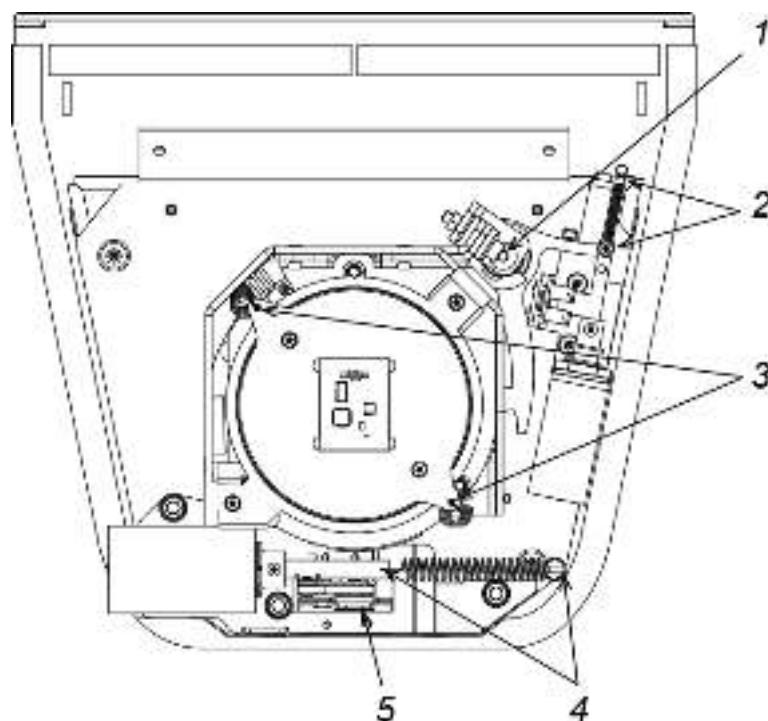

Рисунок 18. Техническое обслуживание механизма турникета
3. Проверьте надежность крепления преграждающих планок (3) к маховику и при необходимости подтяните установочные винты крепления преграждающих планок.
5. Снимите колпак турникета (1) с блоком индикации (2) согласно разд. 6.
- ось вращения рычага стопора (точка 1 на рис. 18) – смазкой **Chain and Rope Lube Spray – WEICON** или другой с аналогичными свойствами;
- места крепления пружин (точки 2, 3, 4 на рис. 18) – молибденовой смазкой;
- детали механизма аварийного открытия прохода (автоматического опускания преграждающей планки «Антитраница», точка 5 на рис. 18) – смазкой **Chain and Rope Lube Spray - WEICON** или другой с аналогичными свойствами.
8. Проверьте надежность крепления кабелей в клеммных колодках платы интерфейса (10) и платы управления (9). При необходимости подтяните отверткой винты крепления кабелей.
10. Вставьте нижнюю часть зацепов колпака турникета в пазы корпуса (6) и опустите на половину высоты. Подключите кабель индикации (8) к блоку индикации турникета и к разъему **X8 (INDICATION)** платы интерфейса и опустите колпак до упора. При опускании колпака проследите, чтобы кабель индикации (8) складывался вперед и не защемлялся элементами конструкции. Зафиксируйте колпак винтами в нижней части корпуса.
11. Установите маховик (4) с преграждающими планками (3) в следующем порядке:
- Зафиксируйте маховик тремя винтами (5), установив под головку каждого винта пружинную шайбу на резьбу винтов перед вкручиванием для надежной фиксации нанесите клей-герметик.